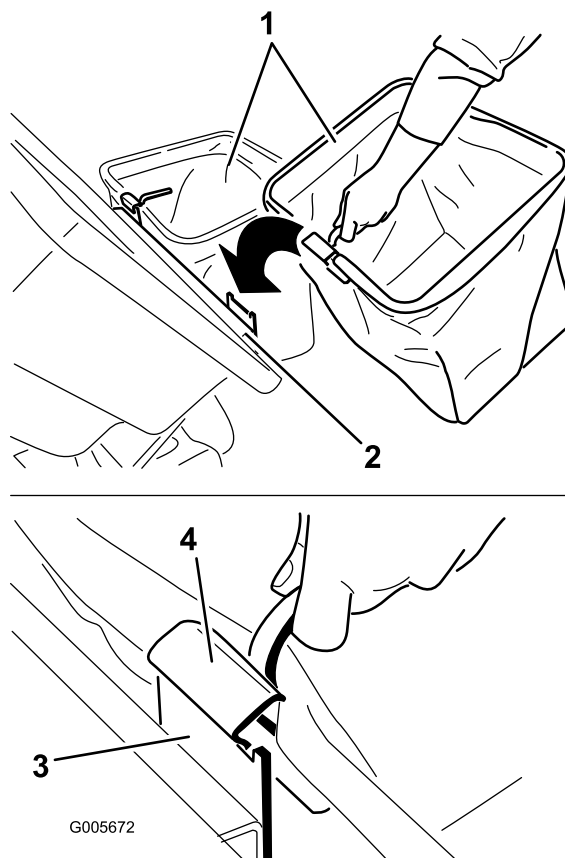

Figura 17
2. Alzate il coperchio del sistema di raccolta e inserite i cesti facendo scorrere i ganci del telaio dei cesti sulle staffe di ancoraggio (Figura 17).